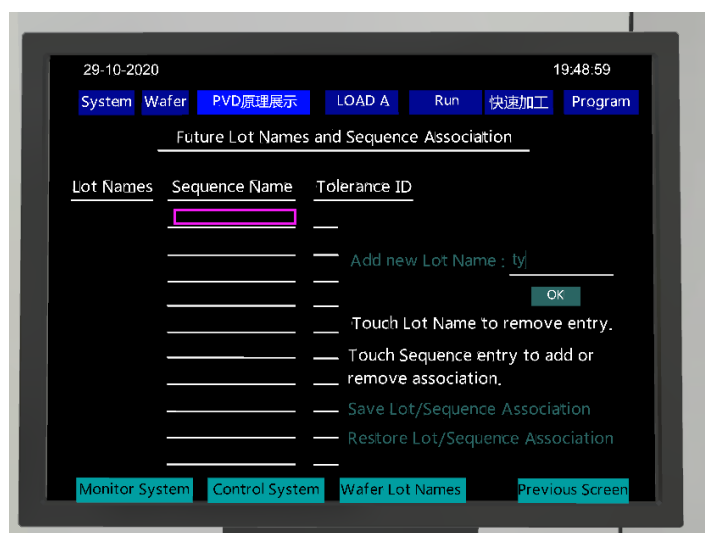

图 8-23 Sequence Name
4) 鼠标点击“Sequence Name”下的第一格，如图 8-23 所示。